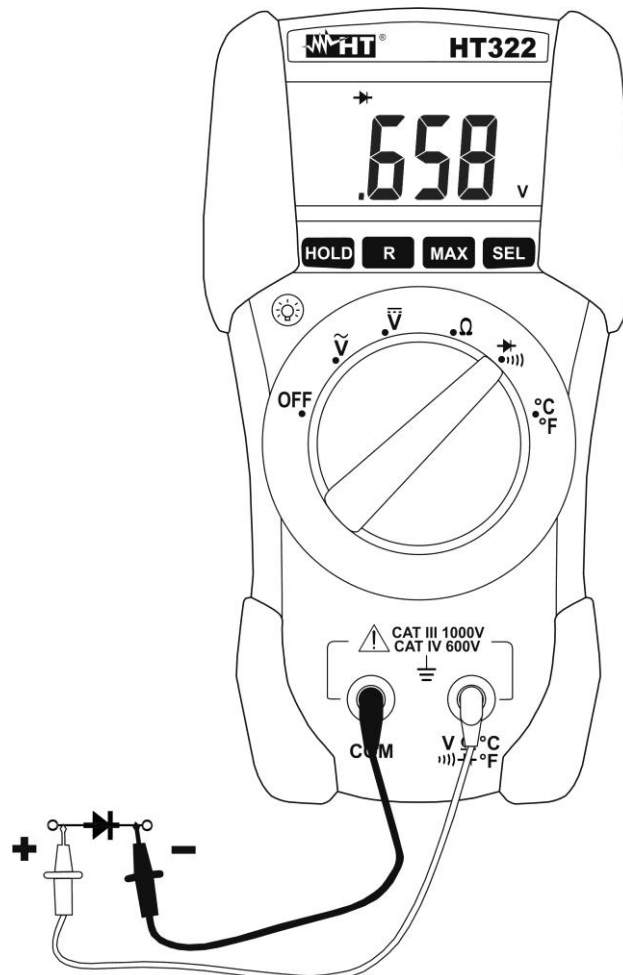

Fig. 5: Uso do instrumento para efetuar o Teste de díodos
3. Colocar as ponteiros nas extremidades do díodo em exame respeitando as polaridades indicadas na Fig. 5. O valor da tensão do patamar de polarização direta é apresentado no display.
4. Se o instrumento apresentar a mensagem "O.L." os terminais do díodo estão invertidos em relação ao indicado na Fig. 5 ou a união P-N do díodo está danificada.